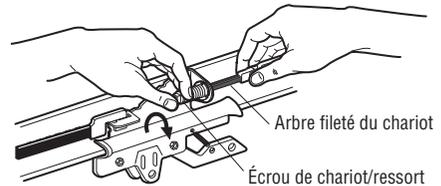

Figure 1
1. Visser et serrer à la main l'écrou de ressort du chariot sur l'arbre fileté jusqu'à ce qu'il soit contre le chariot. (Figure 1). Ne pas utiliser d'outils.